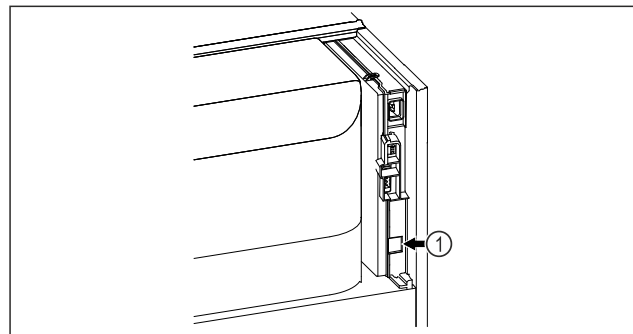

Fig. 48
- SmartModule Fig. 48 (1) установлен.